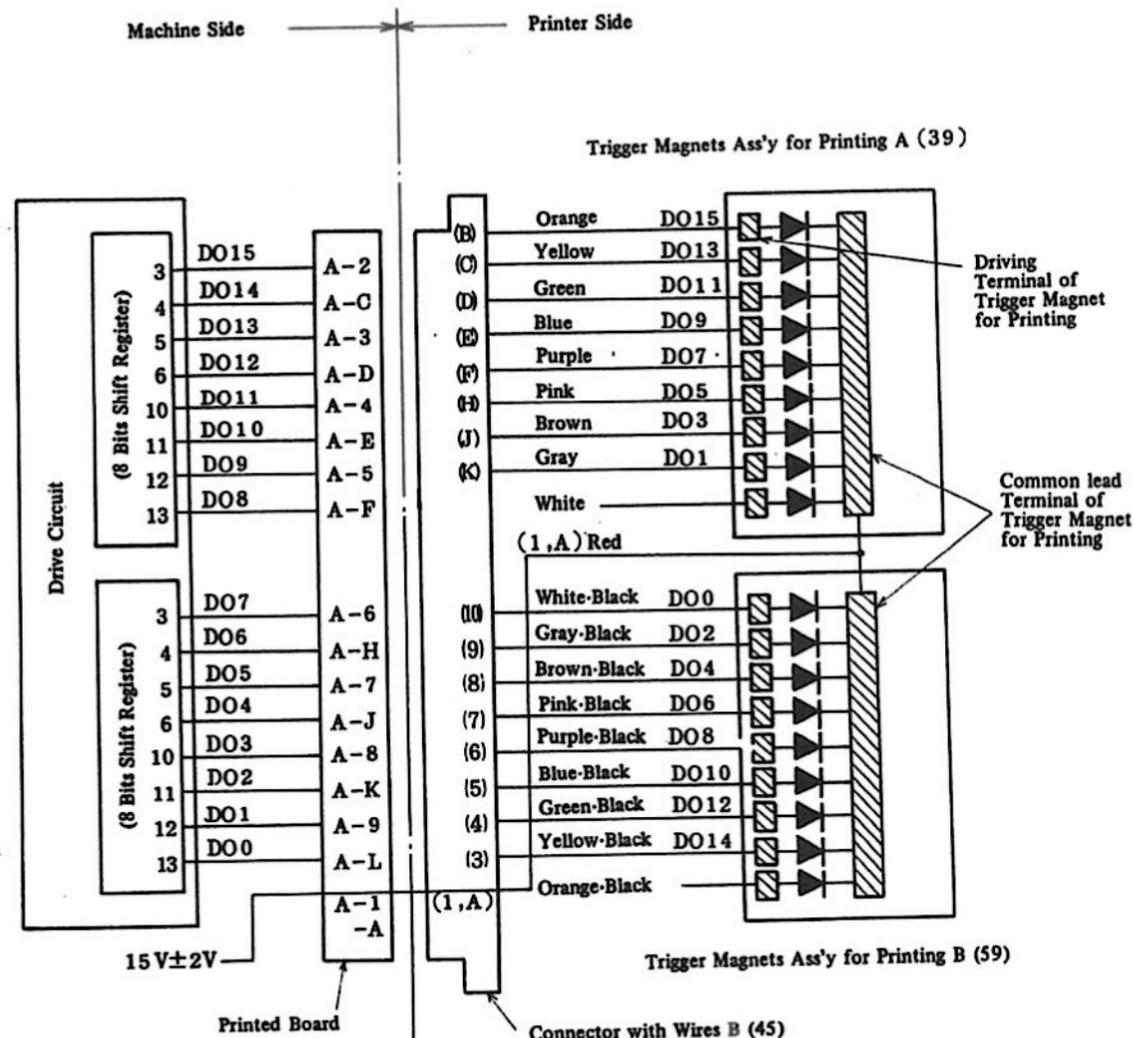

Fig. 8-7 Verhältnis zwischen DO0-DO15 und Triggermagnet
(1) Schlechter Kontakt des Steckers mit Leitung B (45).	Federkraft des Stiftes prüfen.	Stecker (80-9102-01) auswechseln. Kontakt mit Benzin reinigen.
(2) Die Hauptleitung des Triggermagneten ist unterbrochen. (39 und 59).	Durchgang vom Steckeranschluß 1 (Stift A) zum Triggermagneten (Fig. 8-7) messen.
(3) Signal TL + TM ist nicht normal.	Steckerkontakt (Stift 17 und U). Kabel vom Stift 17 und U zum Magnetkopf T (68) prüfen. Ist die Spule von Magnetkopf T defekt (Widerstand 130 ± 26)? ----- Ist der Magnet zum Senden des Signals TL + TM im Erkennungsrad defekt (34)?	Magnetkopf T auswechseln. Erkennungsrad T (Y80-9044-01) auswechseln.
(4) Signal TR ist nicht normal.	Steckeranschluß (Stift 15 und S) prüfen. Kabel vom Stift 15 und S zum Magnetkopf R (64) prüfen. Spule vom Magnetkopf R (64) defekt (Wid. $3,4 \pm 0,68$)? Ist der Magnet im Druckwalzenzahnrad B (24) defekt?	Magnetkopf R (80-9008-01) auswechseln. Zahnrad mit Achse B (80-9203-01) auswechseln.
(1) Schlechter Kontakt des Steckers mit Leitung B (45).	Federkraft des Stiftes prüfen.	Kontakt mit Benzin reinigen. Stecker (Y80-9102-01) austauschen.
(2) Falsche Leitung zum Triggermagneten (39 und 59)	Durchgang vom Stecker zum Triggermagneten der fraglichen Stelle messen. (Fig.8-7).